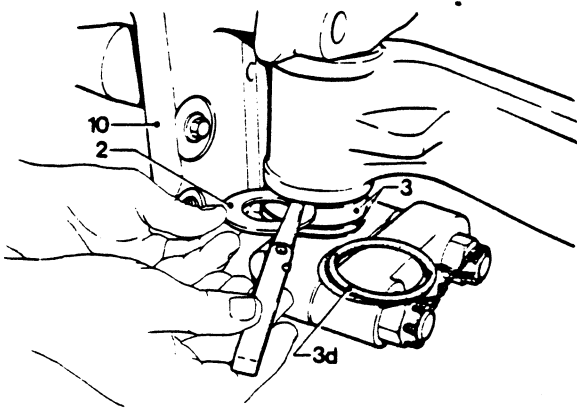

Fig. 22
8. Indien niet gebruik gemaakt kan worden van de formule kan de dikte van de vulring 2 bepaald worden zoals weergegeven is in Fig. 22. Hiervoor moet de fusee 10 samen met het druklager 3 (zonder O-ringen 3d) over de asvuist geschoven worden. M.b.v. een voelmaat ter dikte van de toegestane speling kan men de dikte van de vulring 2 bepalen.